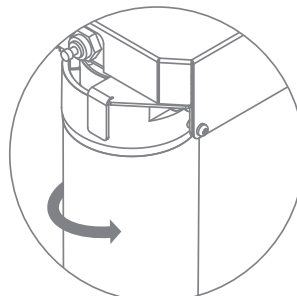

Рис. 18
4. Поверните картридж против часовой стрелки для фиксации картриджа в крышке (рис. 18). После фиксации картриджа в крышке наклейка на картридже должна быть расположена строго по центру лицевой части фильтра.